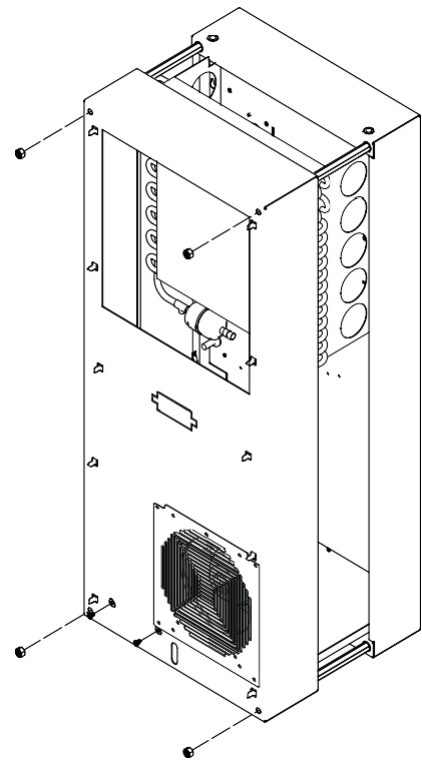

图4
4. 前面パネルのナット4個を取り外し、パネルアセンブリを約5cm前方へ引き出します。8ページの図4をご覧ください。